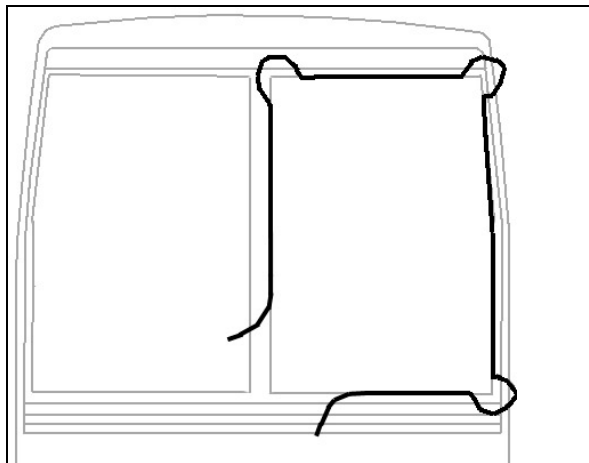

FIGURE 57 : INSTALLATION DU PARE-BRISE À L'AIDE D'UNE CORDE
- Insérer une corde dans la pièce extrudée en laissant assez de longueur à chaque extrémité pour faire une boucle. Vaporiser de l'eau savonneuse sur la corde et la pièce extrudée en caoutchouc (Figure 57).